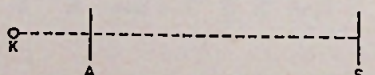

Fig.3
③ In een elektronenstraalbuis vertrekt van de kathode K een elektron met een beginsnelheid nul. Het elektron beweegt zich op de as van het elektrodensysteem in de richting van de anode A , die op een potentiaal van 1125 volt t.o.v. de kathode wordt gehouden (zie fig. 3).